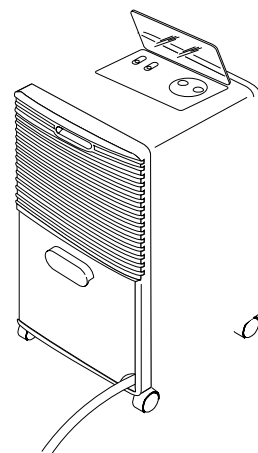

Fig. 3
- 5) Remettre le réservoir (Fig.3).